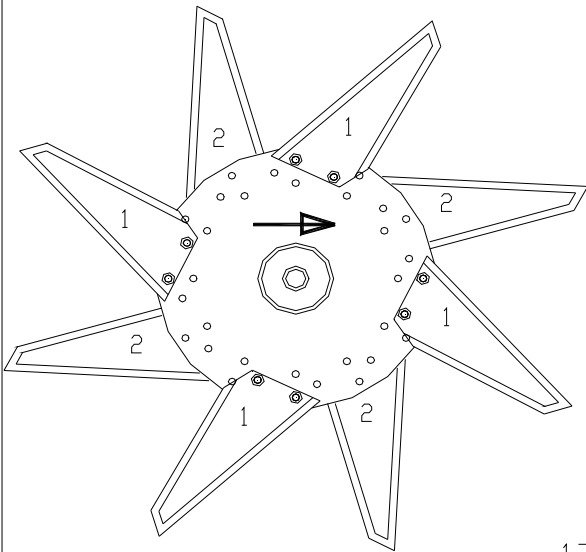

Fig. 4.
7. Se podrán montar las cuchillas de corte profundo (estándar las que se entregan con la máquina), en el rotor, según se indica en la Fig.4, cuatro cuchillas van montadas de manera uniforme en el disco. En el disco siguiente, se podrán montar las cuchillas de forma descentrada. Esta situación se muestra en la Fig.4 por un número en las cuchillasthis. Se quiere decir el primer disco, etc. Monte las cuchillas exactamente igual que lo dibujado en la Fig.4. Para más información sobre las cuchillas y su montaje, consulte el capítulo12.